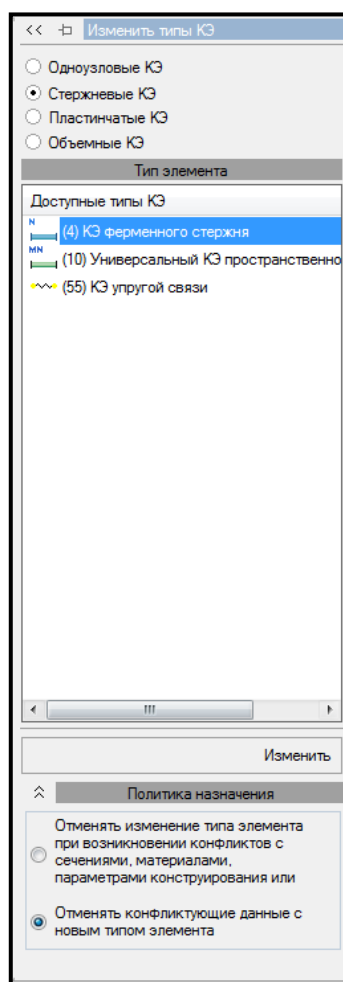

Рисунок 1.6 – Панель активного режима **«Изменить типы КЭ»**
7 В блоке **«Тип элемента»** в списке **«Доступные Типы КЭ»** выбрать **«(4) КЭ Ферменного стержня»** (рисунок 1.6).